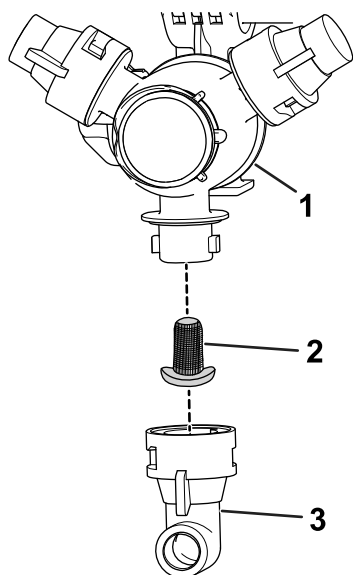

Figura 98
2. Rimuovete l'ugello dalla torretta di irrorazione (Figura 98).
3. Rimuovete il filtro dell'ugello (Figura 98).
5. Montate il filtro dell'ugello (Figura 98).
6. Montate l'ugello sulla torretta di irrorazione (Figura 98).